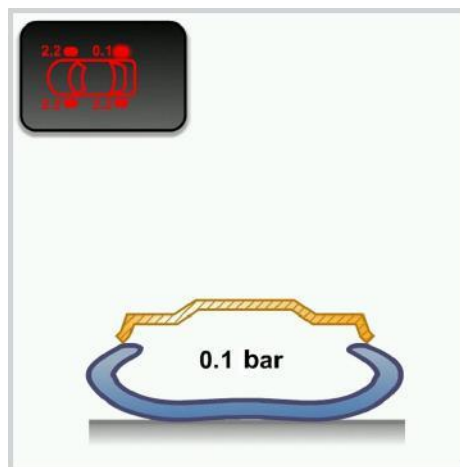

Figure 61. Le pneumatique est à plat.
- le pneumatique est à plat (figure 61),